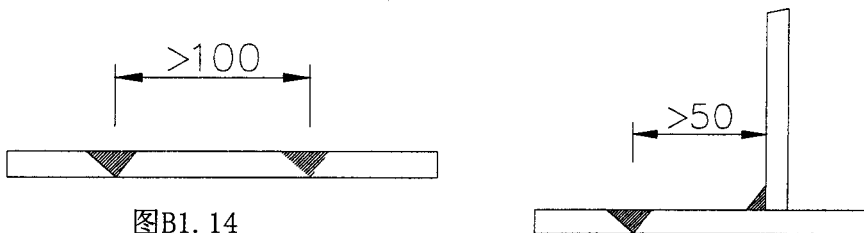

图B1.12
1.12 构件端部、构件切口趾端未进行“包角焊接”或称“绕焊”。(见图 B1.12)